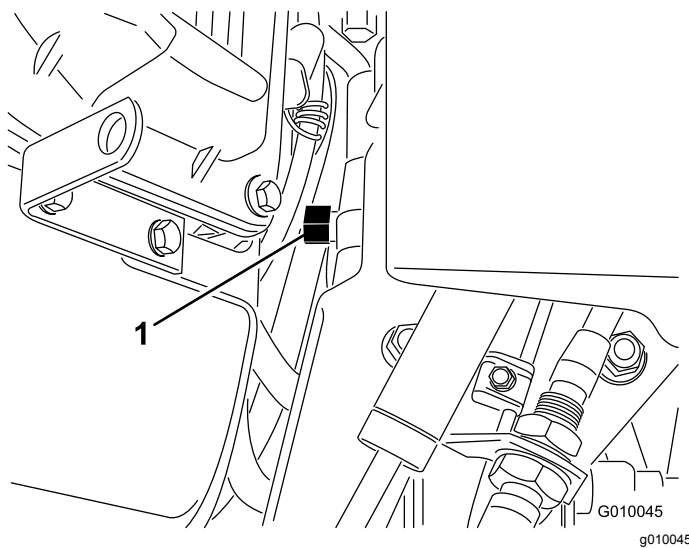

Figura 31
2. Localice la válvula de desvío, situada entre el motor y la bomba hidrostática (Figura 31).
3. Usando una llave de $\frac{5}{8}$ ", gire la válvula de desvío una vuelta en sentido antihorario. Esto permite que el fluido hidráulico se desvíe alrededor de la bomba, dejando que las ruedas giren (Figura 31).
5. Para volver a poner en funcionamiento el aireador, gire una vuelta la válvula de desvío en sentido horario (Figura 31).